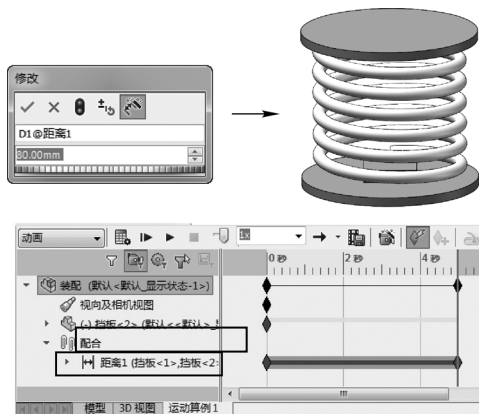

图 11-54 通过修改距离配合约束生成动画
STEP 4 切换到“运动算例”操控面板，将当前帧移动到“5 秒”处，编辑上面添加的“距离”配合约束，大小设置为“80mm”，系统将生成动画，完成操作，如图 11-54 所示。然后单击“播放”按钮，即可观看弹簧压缩的动画效果。